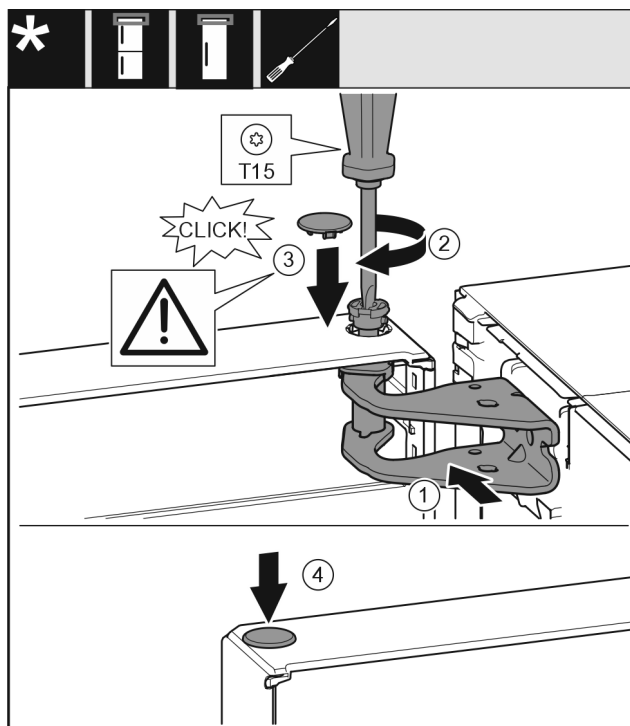

Fig. 20
- Poravnajte gornja vrata prema otvoru u podlošku ležaja Fig. 20 (1).
- Umetnite svornjak Fig. 20 (2) i pritegnite ga odvijačem.
- Postavite poklopac Fig. 20 (3).
- Provjerite da poklopac Fig. 20 (3) naliježe na vrata.
- Postavite poklopac Fig. 20 (4).